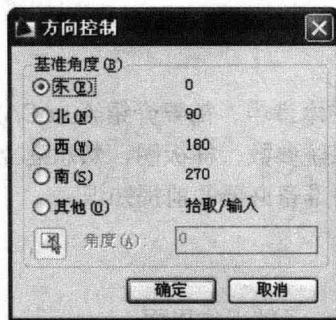

图 1-2 “方向控制”对话框
(3) “方向”按钮。单击该按钮，系统显示“方向控制”对话框，如图 1-2 所示。可以在该对话框中进行方向控制设置。